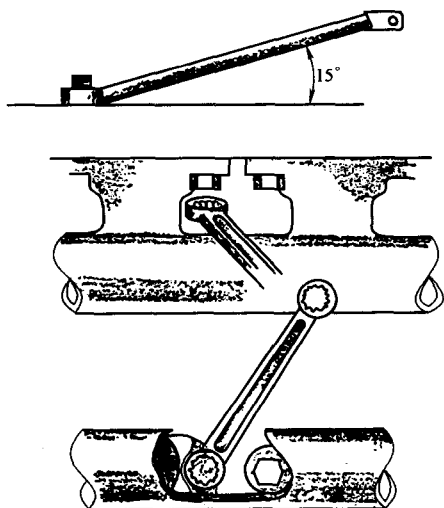

图 1-4 梅花扳手的使用
(1) 用途 梅花扳手和呆扳手的用途相同。但这种扳手两端是套筒式的,工作时不易滑脱,如图 1-3 所示。其套筒内一般有十二个缺口,因此便于拆装位置受限制的螺栓。使用方法如图 1-4 所示。专门用于拆装进、排气管螺母的半月形梅花扳手如图 1-5 所示。